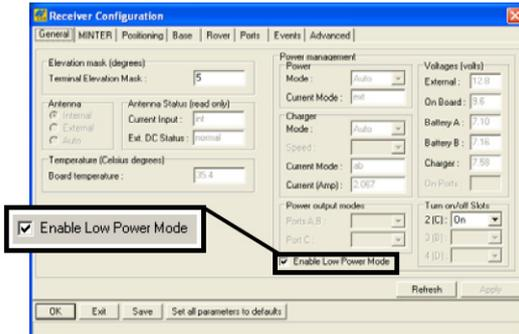

Figura 2-13. Abilitazione e applicazione delle impostazioni di alimentazione
7. Selezionare e spuntare la casella di controllo *Enable Low Power Mode* per portare il processore del ricevitore nella modalità di consumo ridotto (Figura 2-13).